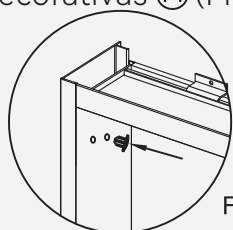

Fig 18
3. Llene los agujeros restantes con tapones para agujeros ③ (Fig 18). Cubra los demás agujeros de los clips del estante con cubiertas decorativas ⑭ (Fig 19).